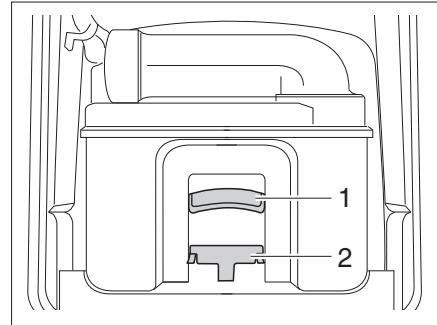

Fig. 384 Cassette Thetford
- Tirer l'étrier de fixation (Fig. 384,2) vers l'avant pour déverrouiller la cassette de toilette et extraire la cassette par la poignée (Fig. 384,1).